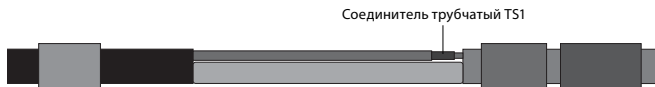

Рисунок 7
2.1.7. Надеть на зачищенный от изоляции конец провода с изоляцией зеленого цвета соединитель трубчатый TS1. С другой стороны вставить конец дренажной жилы, чтобы жилы полностью вошли в соединитель до самой изоляции. Зазоры не допускаются. Опрессовать соединитель трубчатый TS1 ручным креппером - см. рисунок 7.